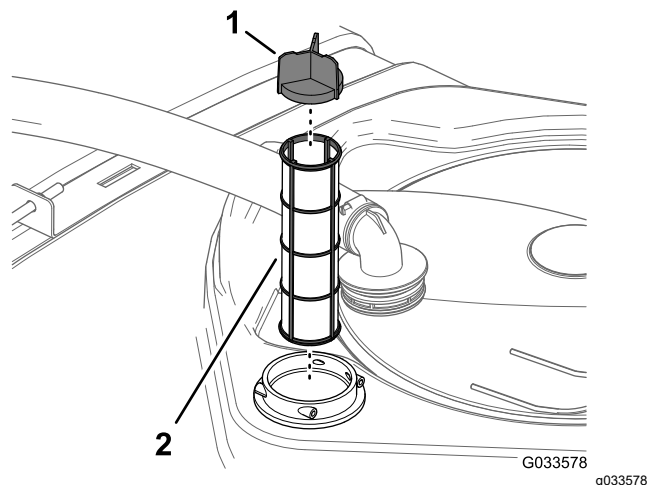

Bild 56
4. Entfernen Sie den alten Saugfilter aus dem Filtergehäuse im Behälter (Bild 56).